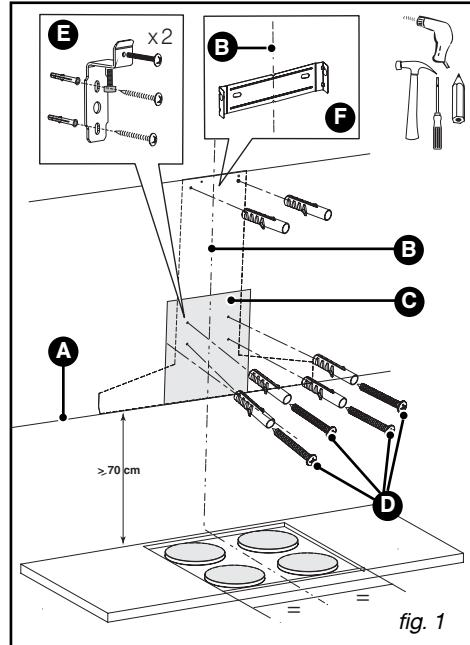

fig. 1
- Trace una raya vertical (B/fig.1)en la pared, centrada con respecto a la placa de cocción y que baje desde el techo hasta la marca horizontal precedente (A).
- Coloque la plantilla C1 (fig.1)contra la pared, superponiendo la marca que representa el eje de la campana sobre la raya vertical B (fig.1) antes trazada .
- Coloque el soporte de chimenea F (fig.1) apoyándolo contra el techo y trace las marcas en el eje B.
- Fije contra la pared, con los dos tornillos, el soporte metálico de la chimenea, apoyándolo contra el techo (fig. 1).